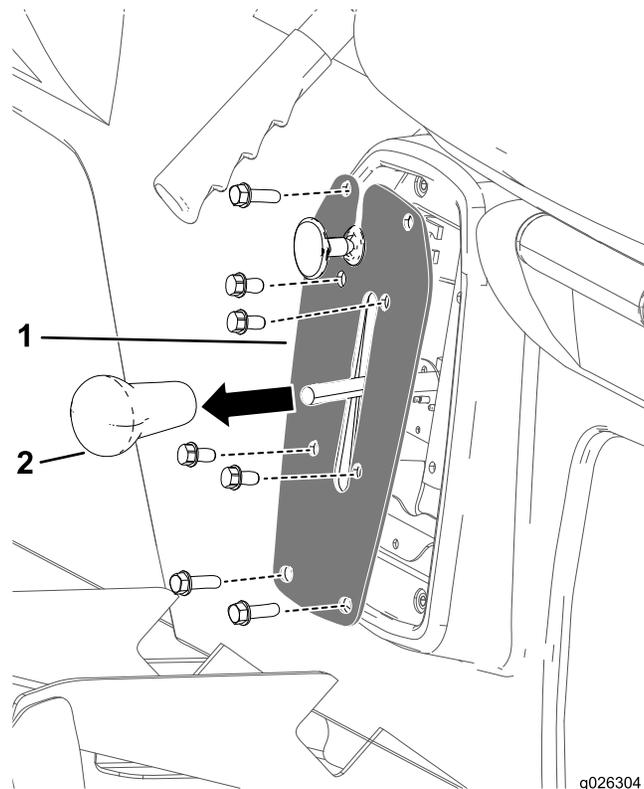

Figura 41
1. Retire o manípulo da alavanca das mudanças (Figura 41).
2. Retire os 4 parafusos que prendem placa das mudanças ao suporte das mudanças (Figura 41).
3. Retire os 4 parafusos que prendem a placa das mudanças à base do banco e retire a placa das mudanças (Figura 41).
4. Enrosque o manípulo da alavanca das mudanças e aperte o manípulo à mão (Figura 41).